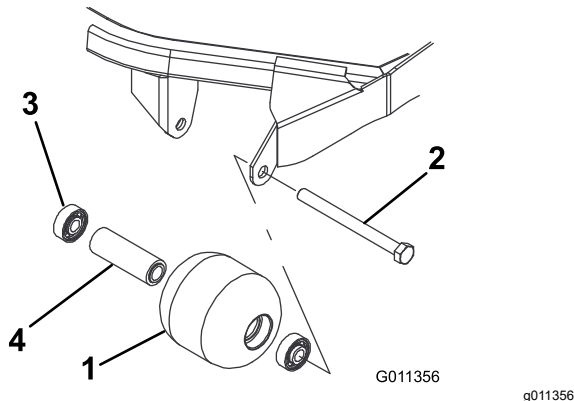

Bild 74
1. Entfernen Sie die Rollenbefestigungsschraube (Bild 74).
4. Prüfen Sie das Rollengehäuse, die Lager und das Distanzstück auf Beschädigungen (Bild 74). Tauschen Sie beschädigte Teile aus und bauen Sie alles wieder zusammen.
1. Drücken Sie das erste Lager in das Rollengehäuse (Bild 74). Drücken Sie dabei nur auf den äußeren Ring oder gleichmäßig auf die inneren und äußeren Ringe.
2. Setzen Sie ein Distanzstück ein (Bild 74).
3. Drücken Sie das zweite Lager in das Rollengehäuse (Bild 74). Pressen Sie dabei gleichmäßig auf den inneren und den äußeren Käfig, bis der innere das Distanzstück berührt.